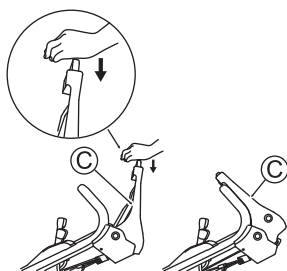

Fig. 17
3. Poussez le levier d'embrayage de la lame (C) vers l'avant tout en appuyant sur son bouton jaune. La lame commence alors à tourner. (Voir Fig. 17)